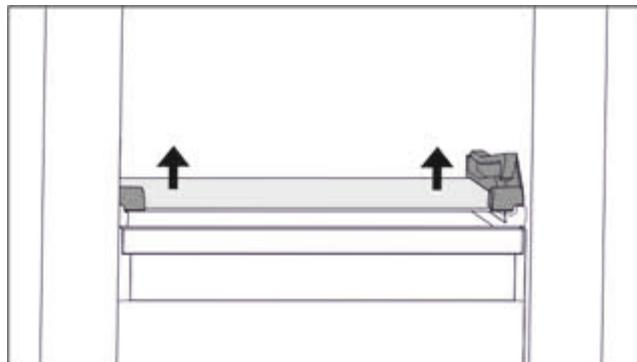

Fig. 35 Скляна пластина відкидного висувного ящика
- Скляну пластину натиснути з обох боків знизу вгору. (див. Fig. 35)